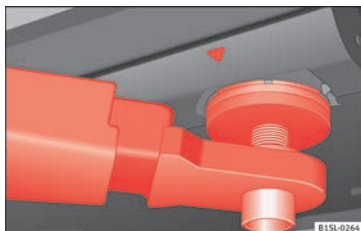
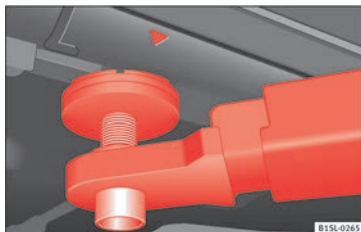

Fig. 232 Puntos de apoyo delanteros para elevar el vehículo con la plataforma elevadora o con el gato.
Fig. 233 Puntos de apoyo traseros para elevar el vehículo con la plataforma elevadora o con el gato.
Para levantar el vehículo deberá servirse únicamente de los puntos indicados en las figuras » fig. 232 y » fig. 233. Si no se eleva el
- Elevar el vehículo sirviéndose únicamente de los puntos indicados en las figuras » fig. 232 y » fig. 233. Si no se eleva el vehículo por los puntos indicados, podría caerse de la plataforma elevadora al desmontar, por ejemplo, el motor o la caja de cambios.